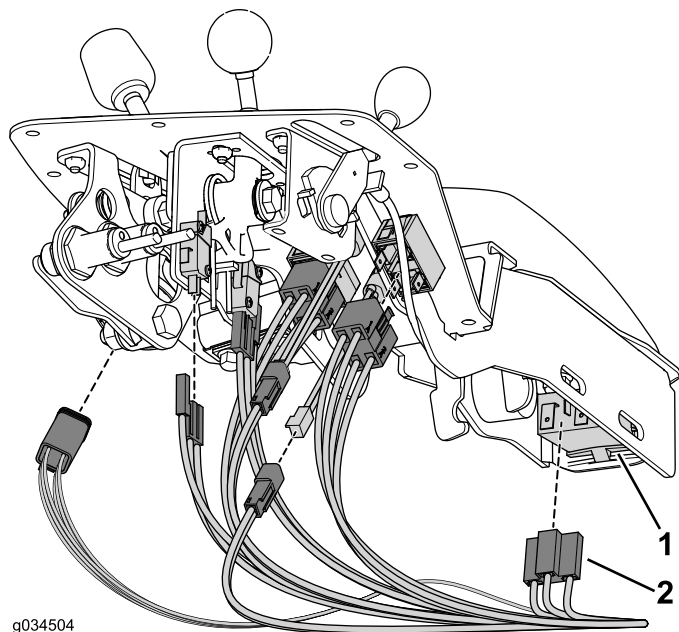

Figura 31
5. Conecte el arnés de cables a los conectores correspondientes (Figura 31).